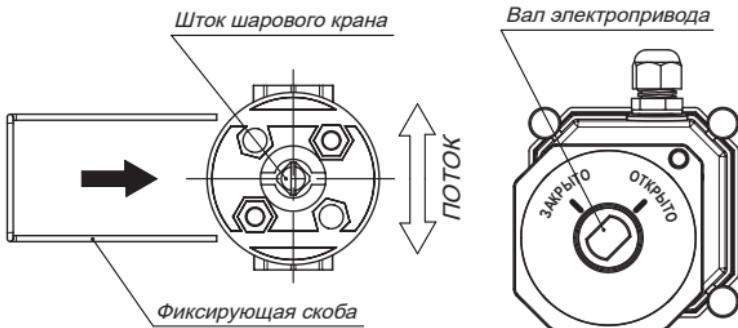

Рис. 1. Ориентация вала шарового крана и вала электропривода Gidrolock Ultimate BS.
- 1) Перед установкой быстроразъёмного соединения необходимо правильно сориентировать шток шарового крана и вал электропривода. Кран должен находиться в открытом состоянии. Продольная риска на штоке шарового крана должна располагаться вдоль движения потока. Вал электропривода должен находиться в положении ОТКРЫТО (рис. 1).